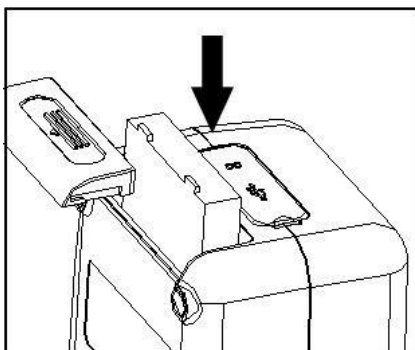

Figura 3. Montaje de la batería
2. Monte la batería en el compartimento como se muestra en la figura 3, Preste atención a la parte delantera y trasera de la batería.